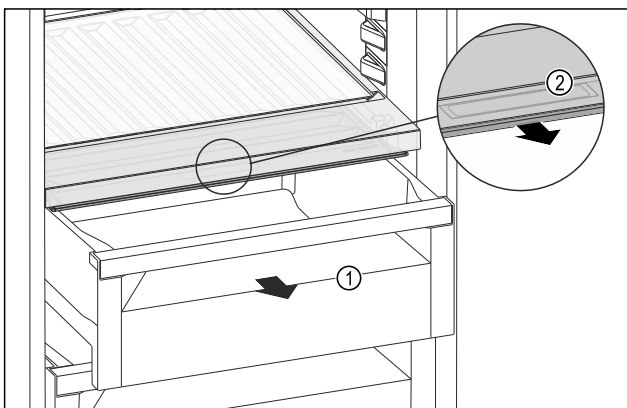

Fig. 144
- ▶ Schubfach Fig. 144 (1) herausziehen.
- ▶ Griffmulde Fig. 144 (2) am Fachdeckel anfassen und Fachdeckel gleichzeitig nach vorne ziehen.